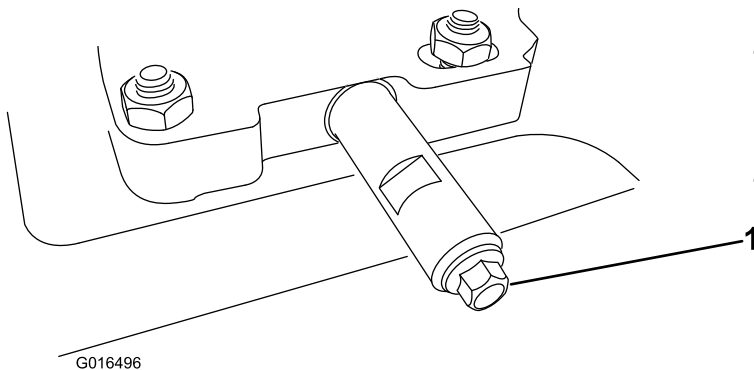

Рисунок 30
2. Очистите поверхность вокруг гайки отверстия слива масла (Рисунок 30).